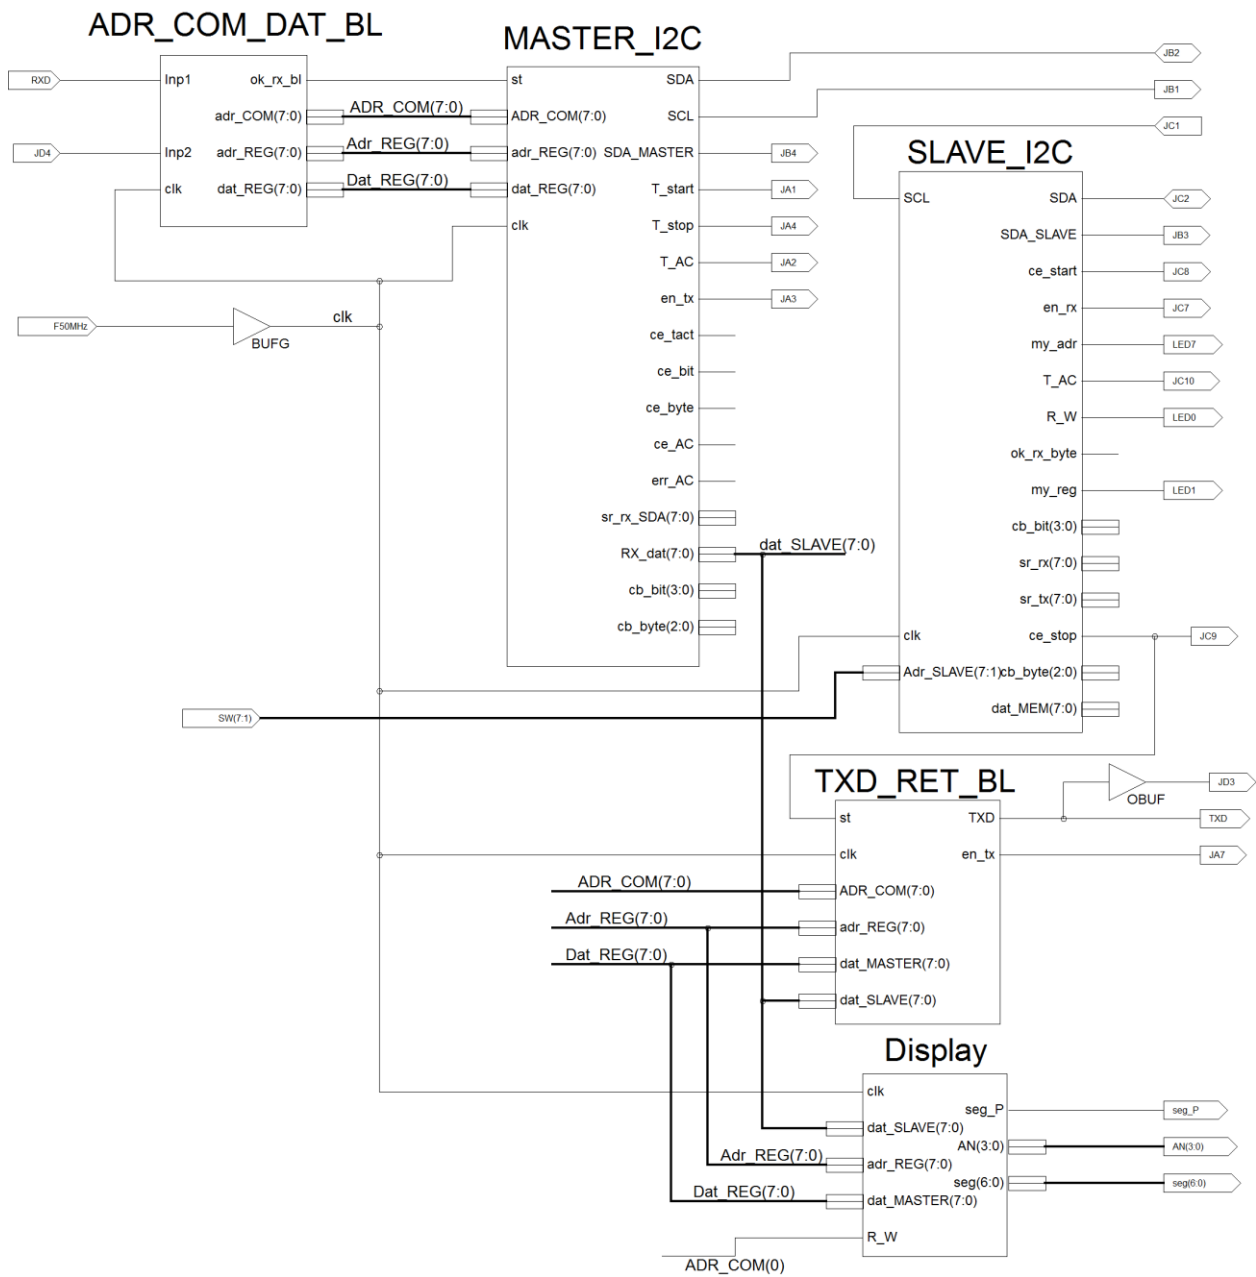

Рис. 8 Лист схемы лабораторной работы Lab408
При составлении и отладке схемы модуля **SLAVE_I2C** можно последовательно вводить и отлаживать устройства, временные диаграммы сигналов которых приведены на рис.8.
6.6 Создать лист схемы (Schematic) S_Sch_Lab408 или модуль V_Sch_Lab408. Из созданных модулей (для V_Sch_Lab408) или символов ADR_COM_DAT_BL (для S_Sch_Lab408), TXD_RET_BL, MASTER_I2C, SLAVE_I2C и Display составить модуль (приложение 7.6) или лист схемы (рис. 8) лабораторной работы. Для составленной схемы S_Sch_Lab408 или V_Sch_Lab408 создать (Implementation Constraints File) файл Sch_Lab408.ucf (см. приложение 7.4).